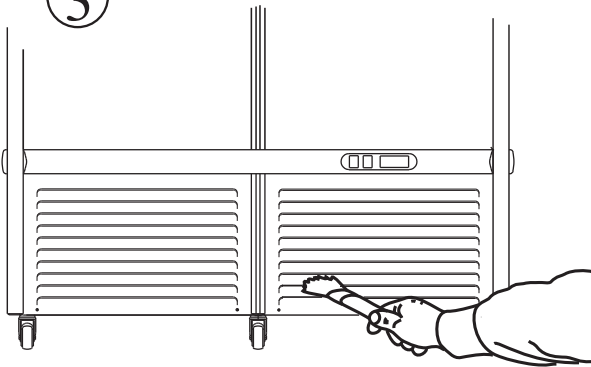

Fig.1
AMBALAJ DIN CARTON 1a. Tăiați banda din polipropilenă și scoateți cutia. **AMBALAJ DIN LEMN 1b.** Îndepărtați scândurile din lemn cu mare atenție la cuie. **2.** Introduceți furcile stivuiorului între echipament și palet sau cutie. **3.** Ridicați echipamentul. **4.** Înlăturați paletul sau cutia. **5.** Așezați echipamentul pe o suprafață orizontală netedă. **6.** Aveți grijă să nu lăsați nimic în interiorul ambalajului înainte de a-l arunca. **7.** Sortați materialele în funcție de compoziție pentru a ușura eliminarea deșeurilor (vezi Fig.1).
1. Togliere l'alimentazione elettrica, agendo sull'interruttore a protezione della presa e sfilando poi la spina dalla presa. 2. Togliere le viti di fissaggio della griglia anteriore e rimuoverla. 3. Con un pennello eliminare lo strato di pulviscolo dalle alette del condensatore. 4. Con l'aspirapolvere togliere la polvere residua. 5. Rimontare la griglia e ripristinare l'alimentazione elettrica (vedi fig.1).
1. Switch off the appliance by turning off the power switch and pulling the plug out of the socket. 2. Undo the screws attaching the front grille and then remove it. 3. Remove the dust from the condenser's fins using a paintbrush. 4. Use a vacuum cleaner to remove any remaining dust. 5. Refit the grille and switch on the electricity supply (see figure 1).
1. Schalten Sie den Strom ab, indem Sie den Schutzschalter der Steckdose betätigen und dann den Stecker aus eben der Steckdose ziehen. 2. Befestigungsschrauben lösen und das vordere Gitter abnehmen. 3. Mit einem Pinsel den Staub von den Lamellen des Kondensators entfernen. 4. Mit einem Staubsauger den restlichen Staub beseitigen. 5. Gitter wieder einbauen und die Stromversorgung wieder herstellen (siehe Abb. 1).
1. Schakel de elektriciteit uit door op de schakelaar ter bescherming van het stopcontact te drukken en vervolgens de stekker uit het stopcontact te halen. 2. Neem het rooster aan de voorkant weg, na de schroeven te hebben verwijderd. 3. Verwijder met een kwastje het stoflaagje op de koelribben van de koelinstallatie. 4. Zuig het overige stof met een stofzuiger weg. 5. Plaats het rooster terug en schakel de elektriciteit weer in (zie fig. 1).
1. Desligue a alimentação eléctrica, actuando no interruptor de protecção da tomada e extraindo a ficha da tomada. 2. Tire os parafusos de fixação da grelha dianteira e remova-a. 3. Com um pincel elimine a camada de poeira das aletas do condensador. 4. Com o aspirador de pó, elimine os resíduos de pó depositados entre as aletas. 5. Volte a montar a grelha e ligue novamente a alimentação eléctrica (ver a fig.1)
1. Bryt strömförsörjningen genom att stänga av strömbrytaren och dra ur stickproppen ur vägguttaget. 2. Ta ur fästskruvarna från det främre gallret och ta bort detta. 3. Borsta med en pensel bort dammskiktet från kondensorns flänsar. 4. Använd dammsugare för att få bort dammrester. 5. Sätt på gallret igen och koppla på strömmen (se fig.1)
1. Frakobl strømmen ved hjælp af stikkontaktens beskyttelsesafbryder. Træk herefter stikket ud af stikkontakten. 2. Afmonter skruerne der holder den forreste rib og fjern ribben. 3. Fjern støvlaget fra kondensatorens vinger med en pensel. 4. Benyt en støvsuger for at fjerne resten af støvet. 5. Montér ribben igen og tænd for strømmen (Jvf. Fig.1).
1. Schakel de elektrische voeding uit middels de hoofdschakelaar en haal de stekker uit het stopcontact. 2. De bevestigingsschroeven van de rooster aan de voorkant wegnemen en de rooster verwijderen. 3. Verwijder met een kwastje het stoflaagje op de ribben van de verdamper. 4. Verwijder met een stofzuiger het overige stof tussen de ribben. 5. Alles herstellen door omgekeerd te werk te gaan (zie fig. 1)